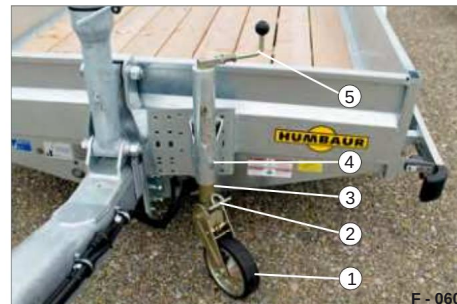

Fig. 33 Ruota di supporto, semiautomatica
- Aprire la manovella (Fig. 33/5). Premere contro la molla.
- Ruotare la manovella in senso orario fino a quando l'occhiello (Fig. 33/2) si trova sopra il gancio (Fig. 33/4).
- Ruotare la manovella in senso antiorario fino a quando la ruota di supporto (Fig. 33/1) non è completamente sollevata.
- Ripiegare la manovella (Fig. 33/5) UN.
- Ruotare la manovella in senso orario fino a quando l'occhiello (Fig. 33/2) esce dal gancio (Fig. 33/4) può essere rimosso.
- Ruotare la manovella in senso antiorario finché la ruota di appoggio (Fig. 33/1) non poggia a terra.